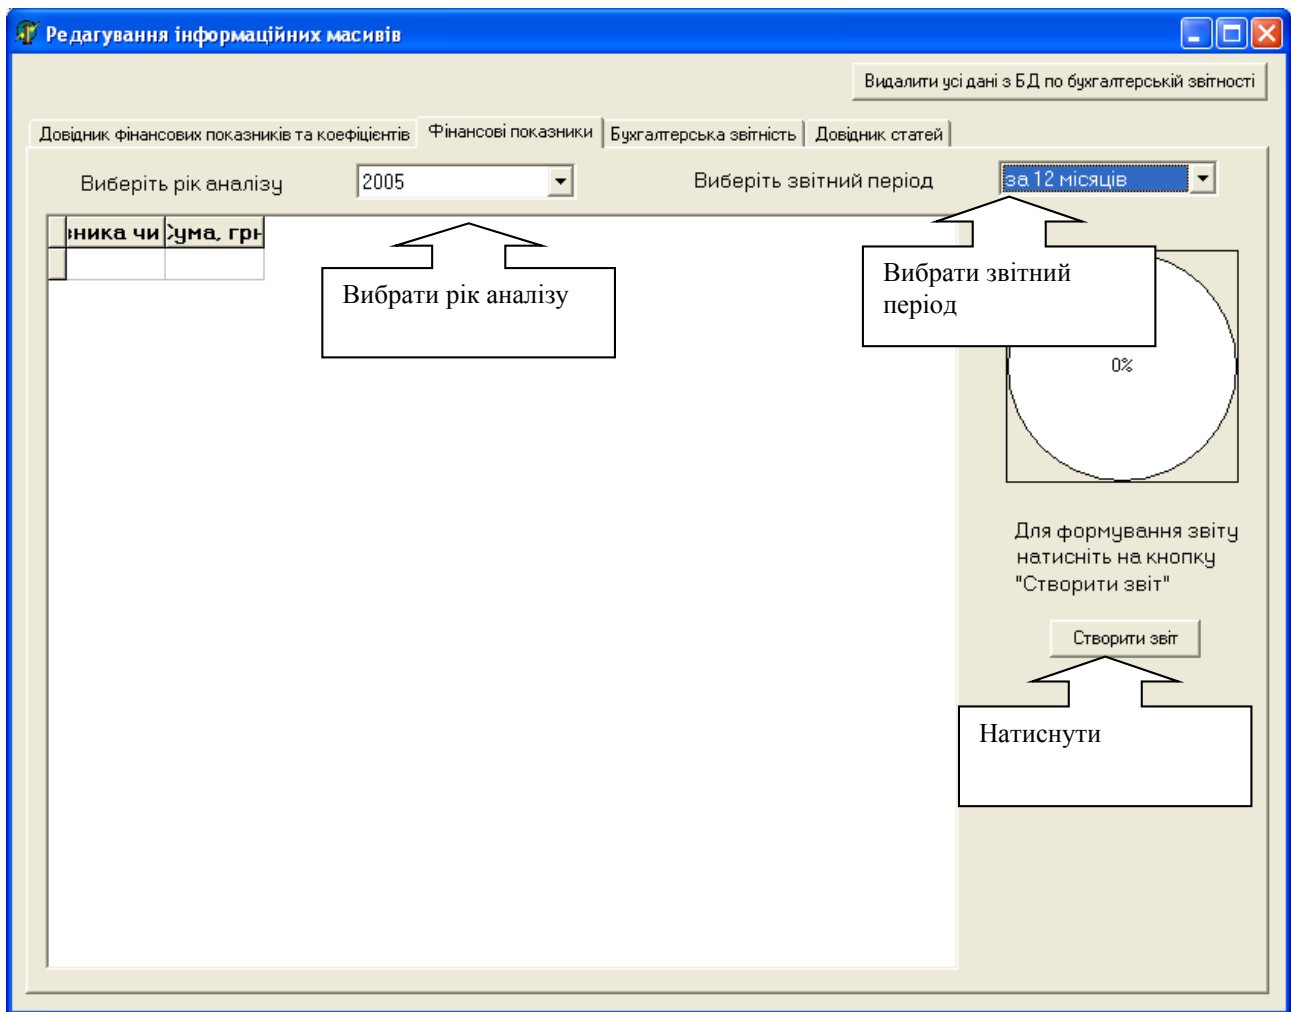

Рис. 2 Розрахунок фінансових показників
2. Розрахувати фінансові показники (рис. 2).